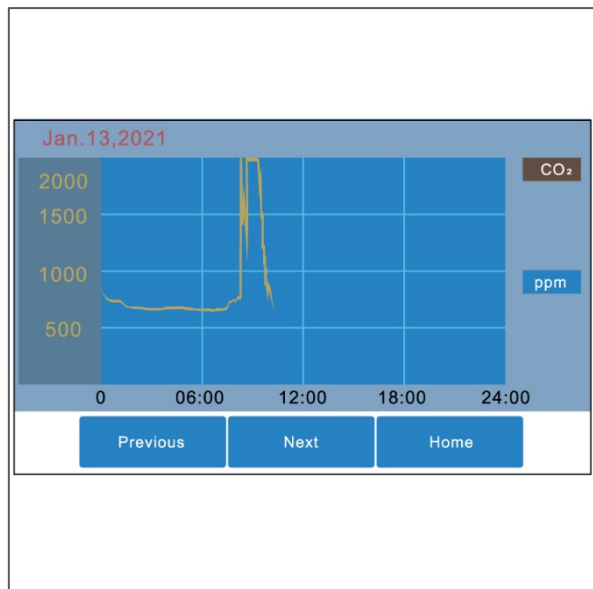

Figure 15
2. La vue d'ensemble du CO₂ s'affiche (Figure 15).